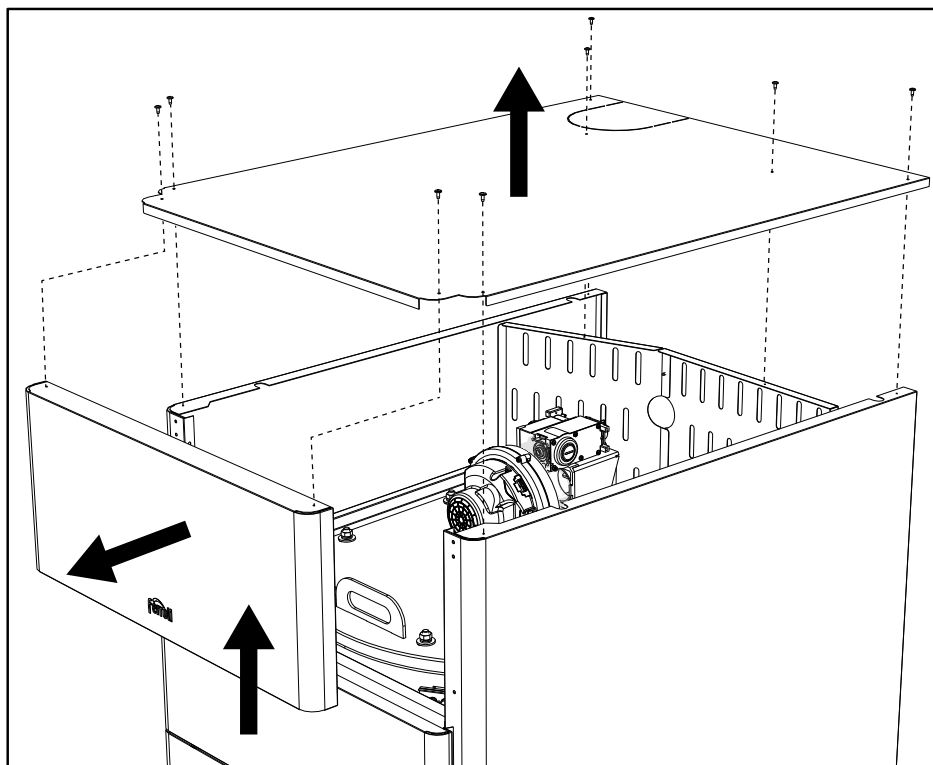

fig. 68
- Togliere il coperchio e il pannello anteriore (fig. 68).